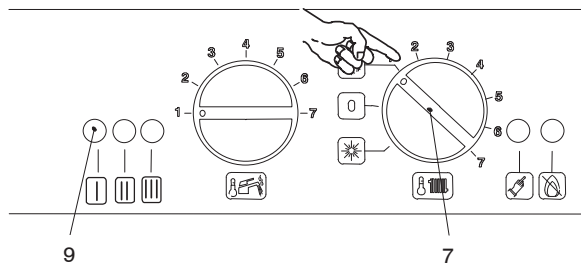

Fig. 2-4
- 3 If the boiler is to be used for c.h. and d.h.w position the function selector 7 as in Fig. 2-4. The appliance operation light 9 will flash every 2 seconds (operating boiler),
- 3 Если котел должен работать в режиме отопления и приготовления горячей воды, переключатель 7 должен находиться в положении как указано на рис. 2.4. Индикатор котла 9 будет мигать каждые 2 секунды (котел работает).